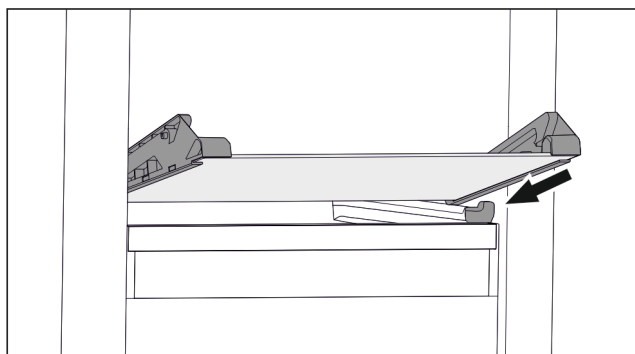

Fig. 71 Den nedklappelige skuffes glasplade
- Sæt glaspladen skråt bag stoppene. (se Fig. 71)